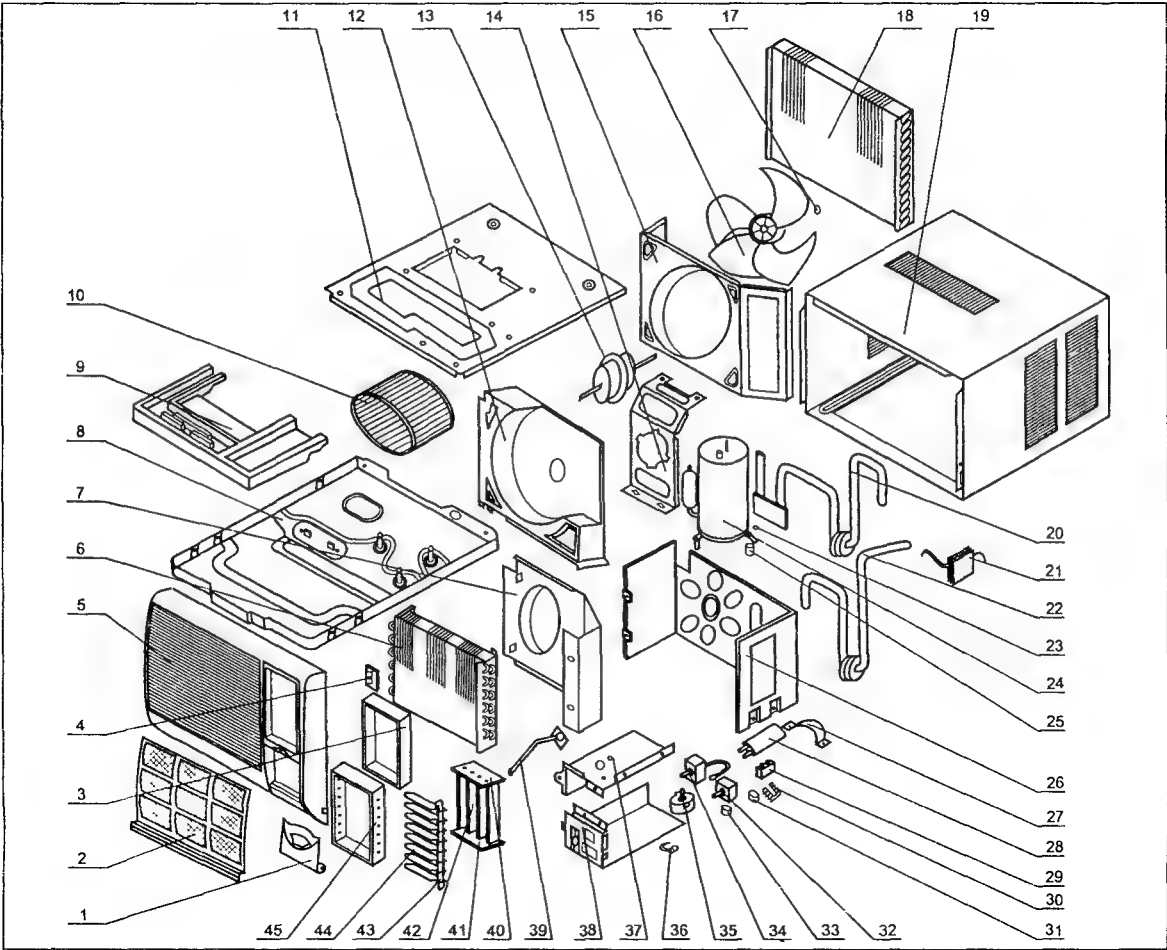
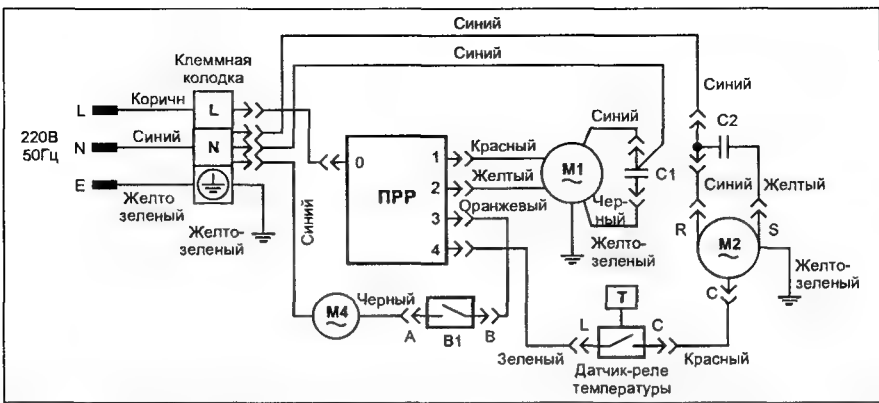

Рис. 2.4.1
Рис. 2.4.3. ППР — переключатель режимов работы; M1 — двигатель вентилятора; M2 — двигатель компрессора; M4 — двигатель жалюзи
Основные параметры кондиционера и характеристики его компонентов показаны в табл. 2.4.1, составные части — на рис. 2.4.1, а их перечень — в табл. 2.4.2. Схема движения хладагента в кондиционере показана на рис. 2.4.2, а электрическая принципиальная схема — на рис. 2.4.3.
Переключатель режима работы кондиционера (ПРР на рис. 2.4.3) переводят в положение «проверочное включение» и вольтметром измеряют переменное напряжение 220 В на конт. L и N клеммной колодки. Если оно равно нулю, отключают вилку кондиционера от сети и омметром проверяют сетевой шнур на обрыв. Если напряжение есть, проверяют его наличие на выв. 2 ПРР (относительно клеммы N на колодке). При отсутствии там напряжения заменяют ПРР.
Вначале вольтметром проверяют наличие переменного напряжения 220 В на выв. 2 ПРР (относительно клеммы N на колодке). Если оно отсутствует, — заменяют ПРР. Омметром проверяют обмотки двигателя вентилятора М1 (рис. 2.4.3) на наличие короткого замыкания или обрыва. Если двигатель исправен, проверяют пусковой конденсатор С1 (2,5 мкФ, 450 В) на утечку или обрыв.
Включают кондиционер и вольтметром проверяют наличие переменного напряжения 220 В на конт. R и С двигателя компрессора М2 (рис. 2.4.3). Если напряжение отсутствует, проверяют его наличие на выв. 4 ПРР. Также проверяют замкнутое состояние контактов L и С датчика—реле температуры и надежность разъемного соединения датчика. В противном случае заменяют ПРР. Если питающее напряжение есть на двигателе М2, а компрессор не работает, проверяют пусковой конденсатор С2 (25 мкФ, 450 В) и обмотки двигателя компрессора.
На конт. 3 ПРР должно быть переменное напряжение 220 В (относительно клеммы N на колодке). Если напряжение отсутствует, заменяют ПРР. Затем проверяют, замкнуты ли контакты А и В выключателя В1 (рис. 2.4.3). Выключатель в этом случае должен находиться в положении «1». Если он исправен, проверяют обмотку двигателя М4 (ее сопротивление должно быть около 12 Ом) и надежность разъемного соединения двигателя.
- засорился сетчатый фильтр 2 (см. рис. 2.4.1) и поэтому уменьшился расход воздуха через испаритель 6. Проверяют и при необходимости очищают фильтр;